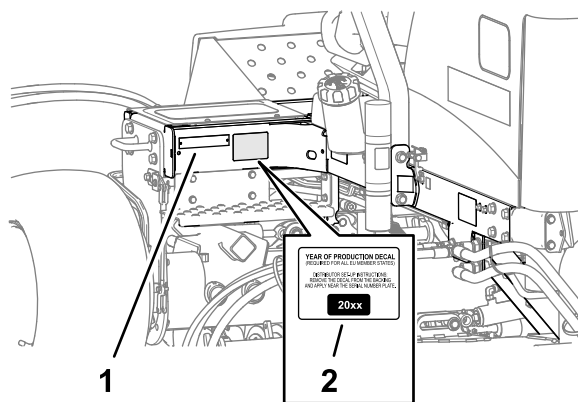

Figure 21
1. Utilisez de l'alcool pour nettoyer le cadre gauche près de la plaque du numéro de modèle/série, et laissez sécher le cadre (Figure 21).